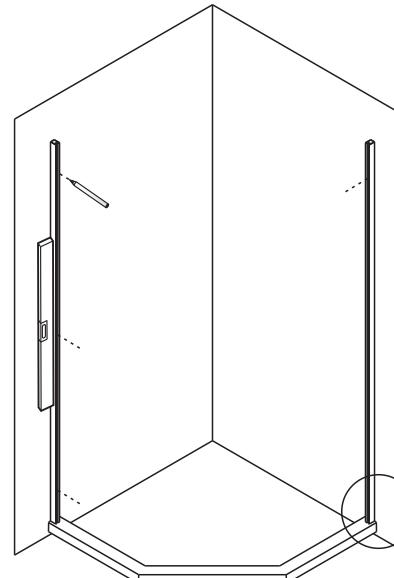

图2
3.将“边柱型材”按图所示，放置于安装位置，在墙上需钻孔位置做好记号，然后在墙上钻好孔，敲入膨胀胶粒，最后将“边柱型材”放回安装位用水平尺调整垂直度后，用螺丝锁紧在墙上(如图2,2-1,2-2所示)。